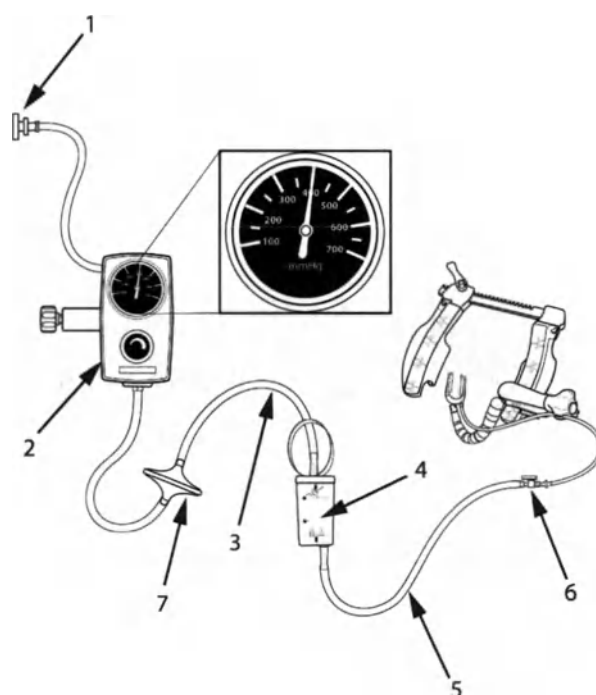

图 5: ACROBAT-4 真空稳定器系统
5. 将 ACROBAT-i 稳定器管路组的蓝色 huer 锁接头连接到 ACROBAT-i 稳定器上的真空管路蓝色 huer 接头。将管路的一端从管路组连接到 ACROBAT-i 底座带侧向的接头或其它收集器（未包含）。确保装置处于隔离空气位置。然后，应特连接到两顶部的带过滤器的管路连接到可调节气阀。将真空调节器设置到 400 mmHg。请参考图 5 以了解正确的真空管路和系统设置。